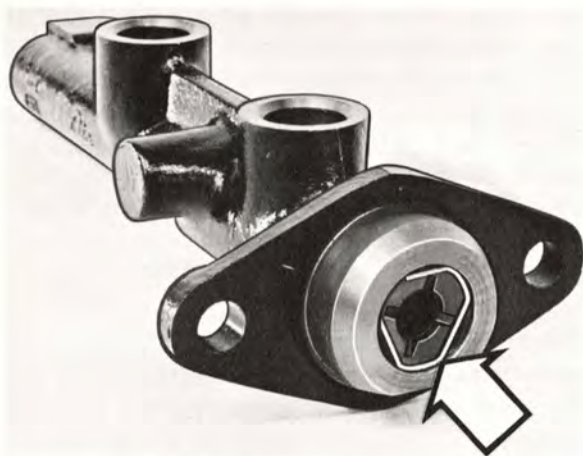

Bild 5-6. Låsring för kolvsats
3. Demontera låsringen (bild 5-6) och ta ur kolvarna och returfjädern.